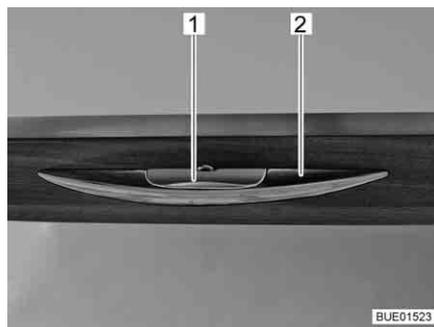

Fig. 46 Sportello del mobile con maniglia di sbloccaggio
- Premere la maniglia di sbloccaggio (Fig. 46,1) e mantenerla premuta.
- Tirare la maniglia (Fig. 46,2) finché lo sportello del mobile non si apre.